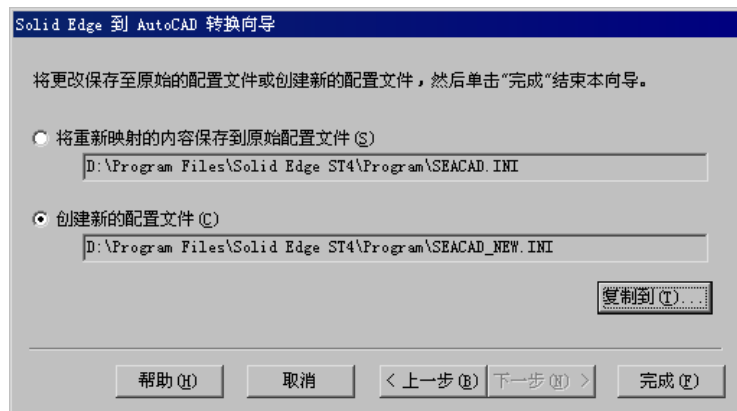

图 11.2.8 “Solid Edge 到 AutoCAD 转换向导”对话框(七)
Step9. 定义阴影线。在“Solid Edge 到 AutoCAD 转换向导”对话框(六)中设置图 11.2.7 所示的参数,单击 **下一步(N) >** 按钮,系统弹出图 11.2.8 所示的“Solid Edge 到 AutoCAD 转换向导”对话框(七)。
Step10. 设置配置文件。在图 11.2.8 所示的“Solid Edge 到 AutoCAD 转换向导”对话框(七)中选中 **创建新的配置文件(C)** 单选项,然后单击 **复制到(T)...** 按钮,在系统弹出的“另存为”对话框 **文件名(N):** 文本框中输入“SEACAD_NEW”,单击 **保存(S)** 按钮。